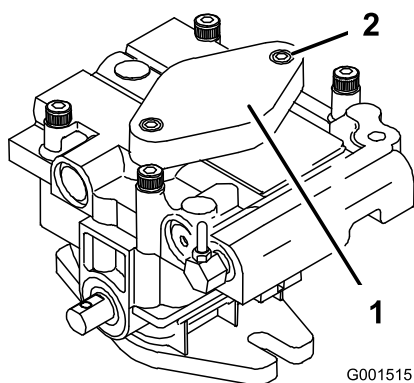

Figura 44
- B. Afloje los 2 tornillos allen (Figura 44) 1½ vuelta solamente.